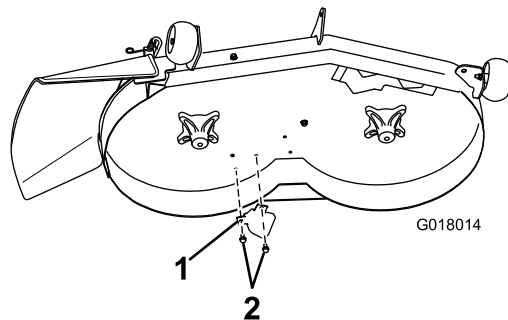

Figure 4
13. Montez le déflecteur "kicker" sur la face inférieure du tablier de coupe à l'aide de 2 vis autotaraudeuses (5/16 x 3/4 pouce) à l'emplacement illustré à la Figure 4.